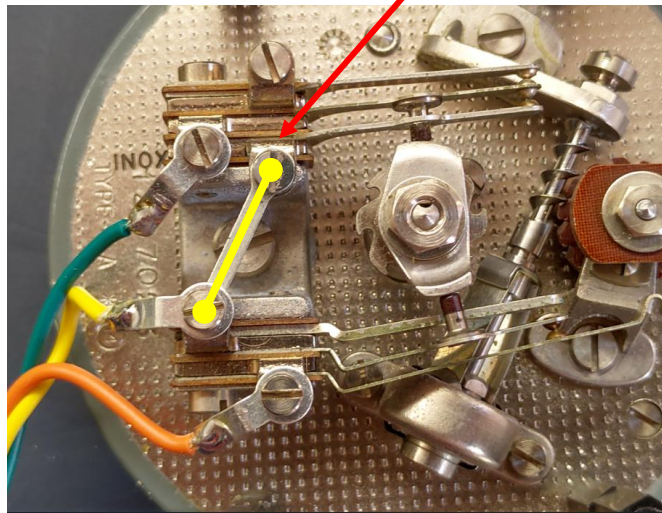

Abbildung 5
- ☐ Schliessen Sie die drei Drähte an den Nummernschalter gemäss Abbildung 5 an.